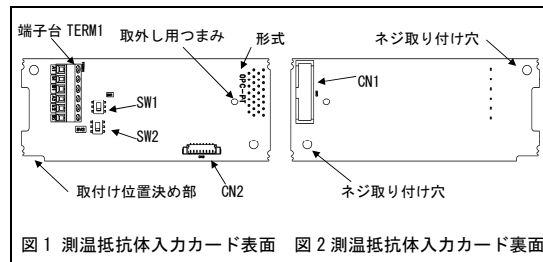

図 1 測温抵抗体入力カード表面 図 2 測温抵抗体入力カード裏面
- 測温抵抗体入力カード上に形式「OPC-PT」が印刷されていることを確認してください (図 1)。
- 測温抵抗体入力カードの取り付け位置決め部 (図 1) がツメ (図 4①) にセットされ、CN1 (図 4②) が確実に差し込まれていることを確認してください。図 5 は取り付け完了を示します。